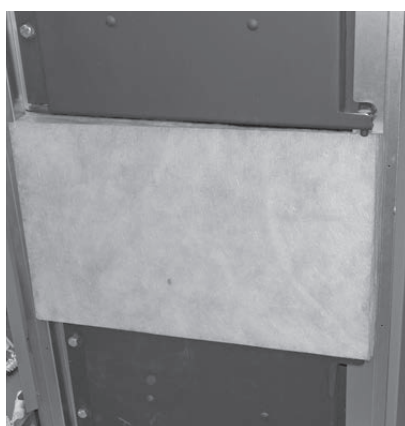
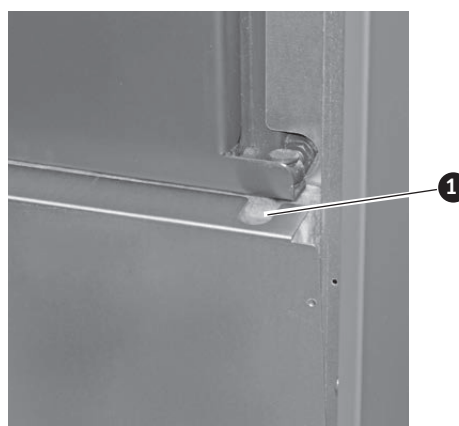
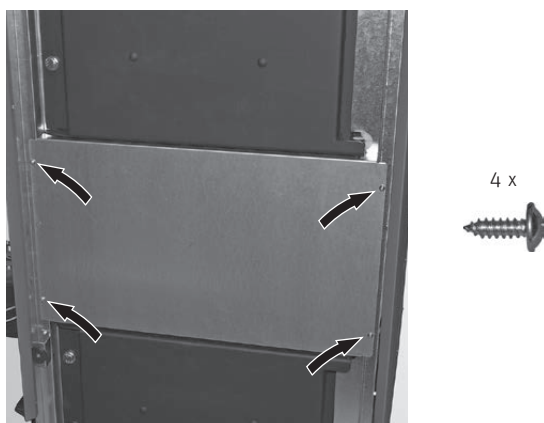

Fig. 76 Applicare l'isolamento (solo su PuroWIN PW 24-60)
Fig. 77 L'intaglio deve trovarsi in corrispondenza del supporto sportello
Fig. 78 Montare il rivestimento
- Applicare l'isolamento (Fig. 76) e montare il rivestimento sotto lo sportello della camera di combustione con 4 viti autofilettanti (Fig. 77), l'intaglio in alto deve trovarsi in corrispondenza del supporto sportello (Fig. 78).